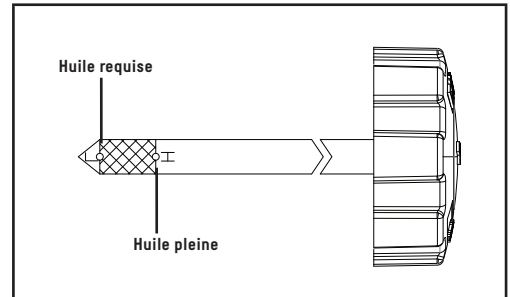

Figure 22B
3. Insérez la jauge dans la goulotte de remplissage de l'huile, mais ne la vissez pas, puis retirez-la pour vérifier le niveau d'huile (figure 22B).
4. Si le niveau d'huile est inférieur au repère inférieur sur la jauge d'huile ou s'en approche, retirez la jauge, puis remplissez le réservoir avec l'huile recommandée jusqu'au repère supérieur. N'ajoutez pas trop d'huile (figure 22B).